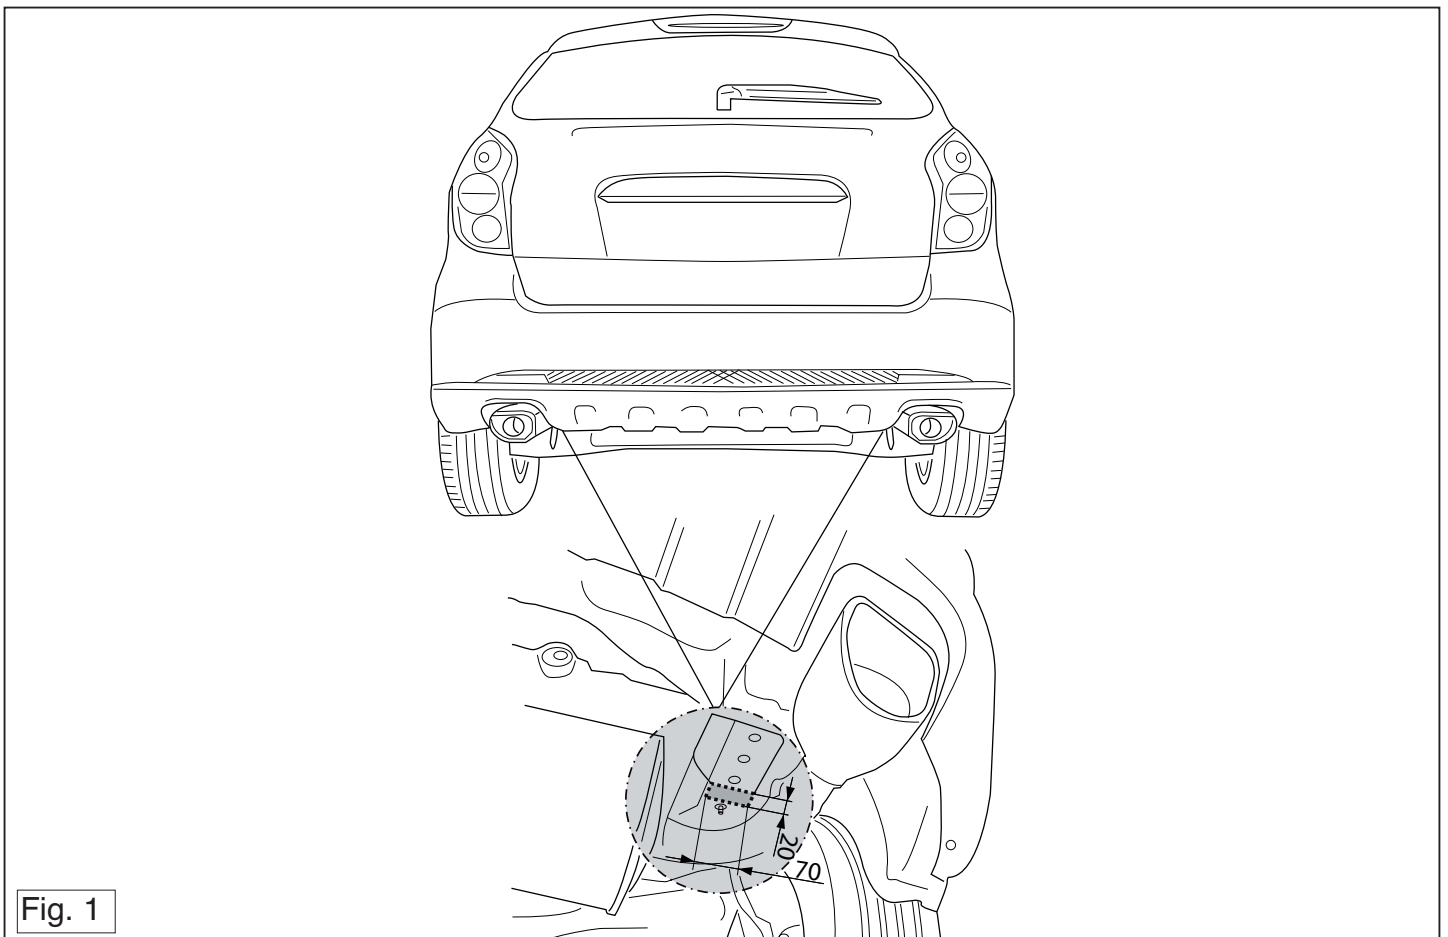

Fig. 1
2. Выпилить часть из теплозащитного экрана, как указано на рис. 1.
3. Saw a portion out of the heat shield as shown in figure 1.
3. Gemäß der Abbildung 1 ein Stück aus dem Hitzeschild sägen.